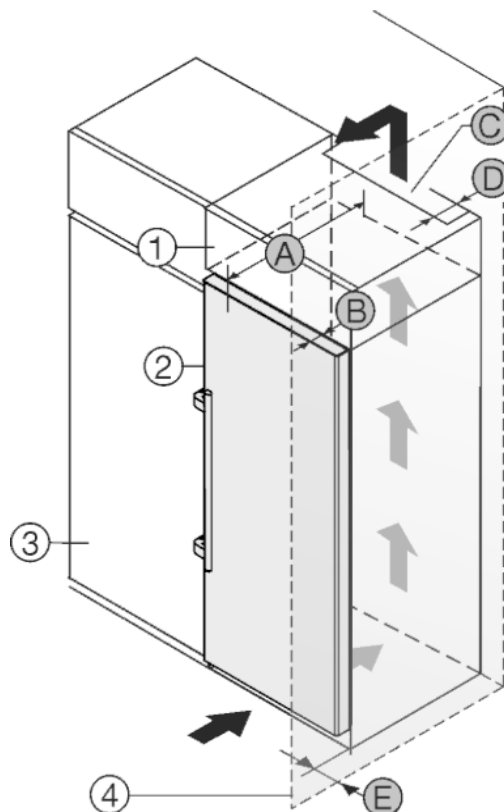

Fig. 21
Spotřebič lze zabudovat do kuchyňských skříní. K vyrovnání spotřebiče Fig. 21 (2) na výšku kuchyňské linky lze na přístroj nasadit nástavec Fig. 21 (1).
Spotřebič lze instalovat přímo vedle kuchyňské skřínky Fig. 21 (3). Aby bylo možné dvířka plně otevřít, musí spotřebič přesahovat o hloubku Fig. 21 (B) vůči přední linii kuchyňské skřínky. V závislosti na hloubce kuchyňských linek a použití vymezovačů odstupů od stěny může spotřebič vyčnívat dále.
- Na zadní straně skřínky nástavce musí být větrací šachta hluboká alespoň hloubku Fig. 21 (D)mm přes celou šířku nástavce skřínky.
- Pod stropem místnosti musí být dodržen ventilační průřez Fig. 21 (C).
Pokud je spotřebič se závěsy instalován vedle stěny Fig. 21 (4), musí být dodržena vzdálenost Fig. 21 (E) mezi spotřebičem a stěnou. To odpovídá přesahu madla při otevřených dvířkách.